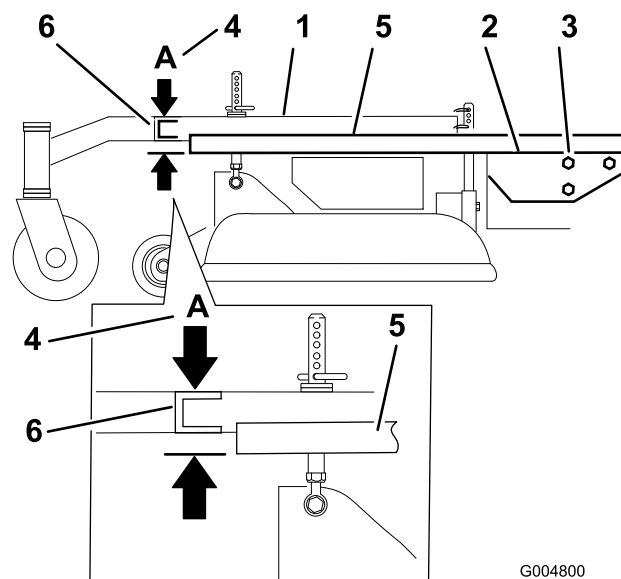

Figure 55
3. Placez une longue planche, ou autre objet similaire parfaitement droit en haut du plancher moteur, comme illustré à la Figure 55.
4. Au niveau du tube transversal du bâti porteur, mesurez la hauteur au point **A** (Figure 55). Elle doit être égale à $33 \text{ mm} \pm 6 \text{ mm}$.
6. Desserrez les boulons de montage du bâti porteur de chaque côté de la machine (Figure 55).
7. Alignez le bâti porteur et le plancher moteur à la même hauteur qu'au point **A**, c.-à-d. $33 \text{ mm} \pm 6 \text{ mm}$ (Figure 55).